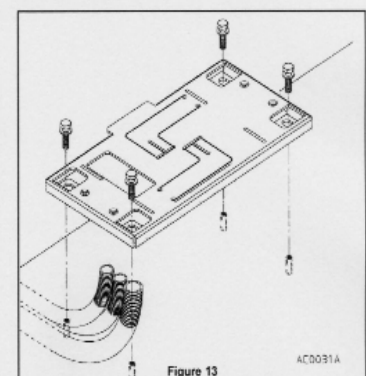

Figure 13
- Insérer les chevilles dans les trous, placer et fixer la plaque d'ancrage à la base cimentée à l'aide de 4 vis et rondelles selon les spécifications de la fig. 13.